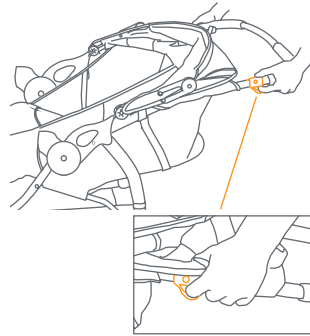

Fig. 22a
- The stroller is folded by simultaneously pulling each trigger fold (Fig. 22a). When the fold latches are released, the handle will begin to fall toward the floor. Release the fold buttons and press downward on the stroller handle until the stroller is completely folded.
- El carrito se pliega tirando simultáneamente de cada gatillo (Fig. 22a). Cuando se sueltan los pestillos para plegar el carrito, el manubrio comienza a caer al suelo. Suelte los botones para plegar el carrito y presione hacia abajo el manubrio hasta que el carrito esté completamente plegado.